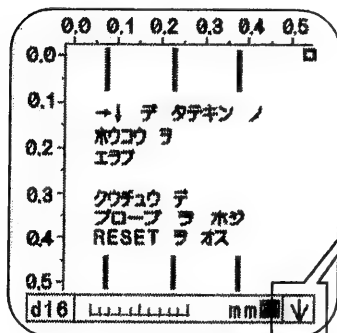

図44
- 縦の鉄筋の測定が終わりましたら、矢印キーにて測定方向を↓に変更してください。(図44参照)